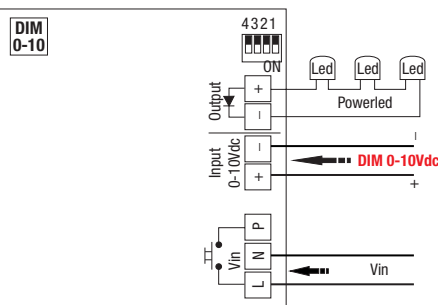

Fig. 3 - RN9160/DALI
**B - Funzione DALI 2** (Fig. 3) - (RN9160/DALI)
**B - DALI 2 function** (Fig. 3) - (RN9160/DALI)